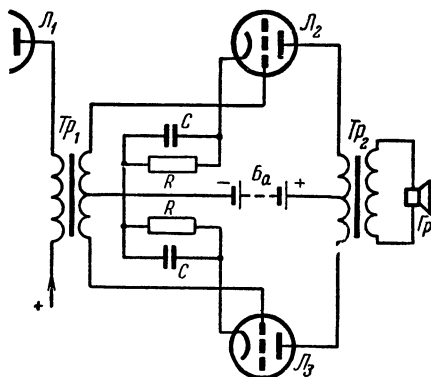

Рис. 54. Схема двухтактного каскада.
**Л.** — Вот тоже незадача, бедный Незнайки! Однако выход из положения крайне прост. Достаточно присоединить аноды ламп к концам другого трансформатора, на среднюю точку которого включено анодное напряжение (рис. 54).